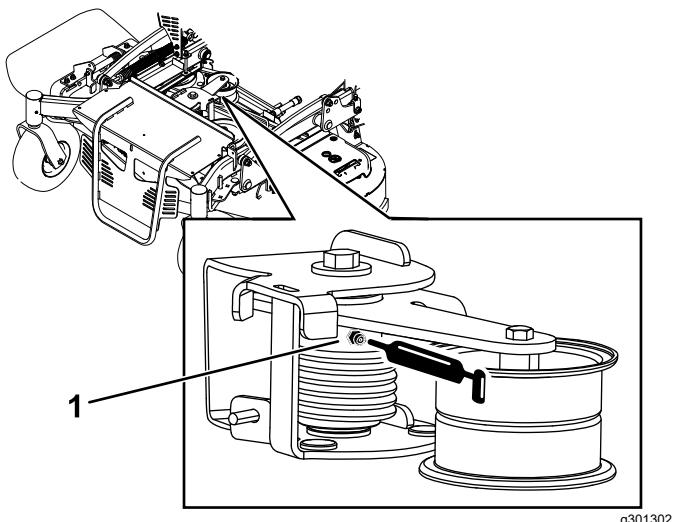

Figura 35
2. Lubrifique o rolete de torsão no cortador utilizando o lubrificante de altas temperaturas no bocal de lubrificação que se mostra na Figura 35.